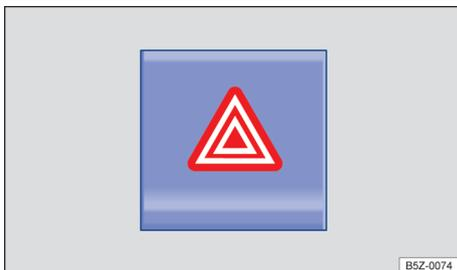

Fig. 41 Na parte superior do console central: interruptor para ligar e desligar as luzes de advertência.
2. Ligar as luzes de advertência com o interruptor  → Fig. 41.
As luzes de advertência também podem ser desligadas ao pressionar o interruptor  no painel de instrumentos → Fig. 41. ▶